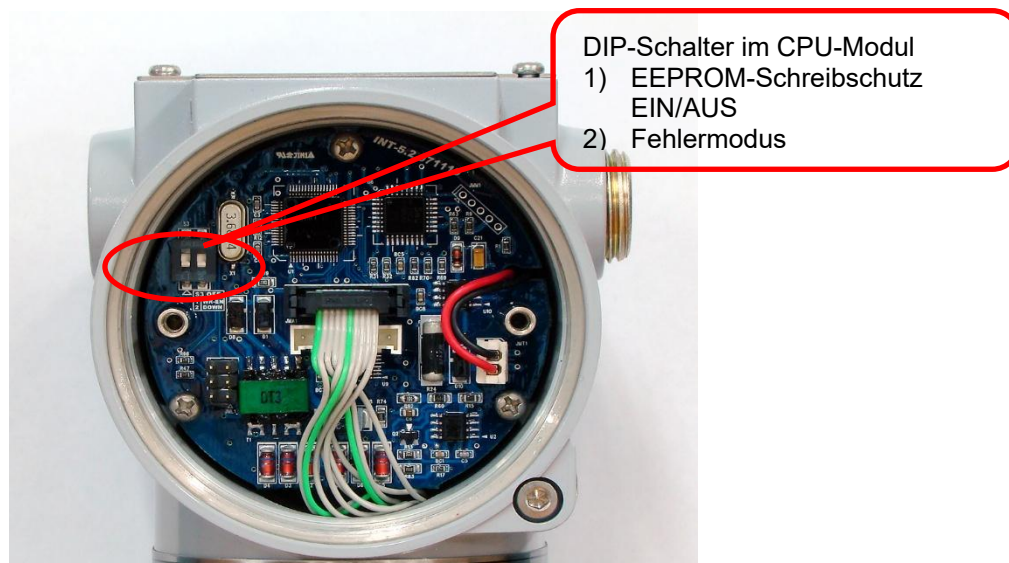

Abbildung 4-3: Fehlermodus- und EEPROM-WRITE DIP-Schalter im CPU-Modul
Zur Speicherung unterschiedlicher Konfigurationsvariablen im PAD im Falle eines Stromausfalls ist ein EEPROM (Electrically Erasable Programmable ROM = elektrisch löschbarer und programmierbarer Nur-Lese-Speicher) vorgesehen. Zum Verriegeln der Gerätekonfiguration und zum Schutz gegen gespeicherte Datenänderungen kann man ein HART®-Handterminal oder ein externes HART®-PC einsetzen und damit eine im Statusmenü befindlicher Einstellung zur Aktivierung solcher Verriegelung vornehmen. Optional steht hardwareseitig zum Schreibschutz im CPU-Modul ein DIP-Schalter (1) (neben DIP-Schalter „2“ zur Einstellung Fehlermodus) zur Verfügung. Wird der DIP-Schalter in Position „UP“ (oben) eingestellt, kann der Benutzer keine Konfigurationsänderung der bereits in EEPROM gespeicherten Daten anhand Drucktasten und/oder HART®-Handterminal vornehmen. Wird der DIP-Schalter (1) in Position „DOWN“ (unten) eingestellt, kann der Benutzer Änderungen der bereits in EEPROM gespeicherten Daten vornehmen. Die Werkseinstellung vor Auslieferung ist auf "EN" (Konfigurationsänderung „aktiviert“) gesetzt. (Siehe Abbildung 4-3.)
<div data-bbox="261 1032 386 1146"> <p>NOTE</p> </div> <div data-bbox="258 1176 368 1209"> <p>Hinweis</p> </div>	<p>DIP-Schalter (1) links in Abbildung 4-3 ist für die Auswahl WRITE aktiviert/deaktiviert. DIP-Schalter (2) rechts in Abbildung 4-3 ist für Fehlermodus.</p>